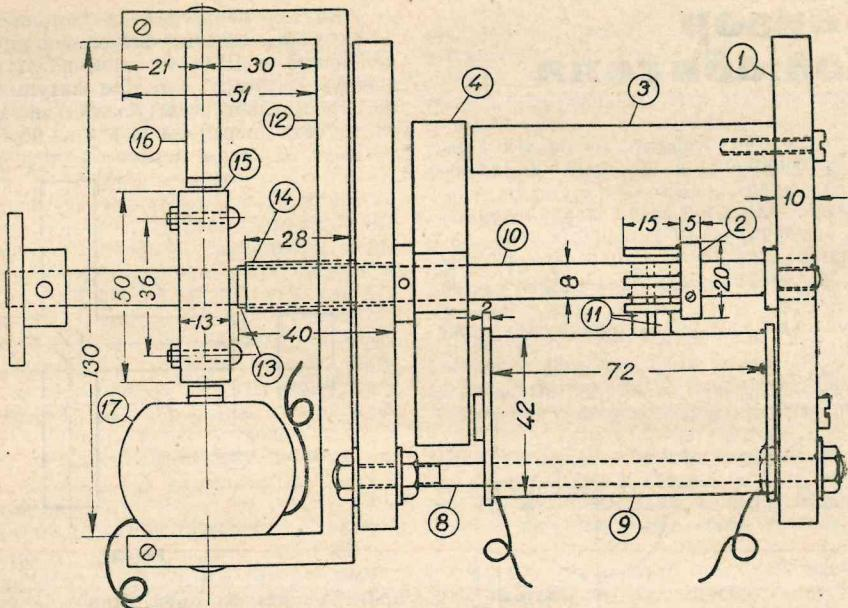

Рис. 4
Пусковое устройство (отмечено цифрой 2 на рис. 4) представляет собой не что иное, как прерыватель с двумя парами щеток (полосок латуни), включаемых последовательно в цепь обмотки электромагнитов. Для понижения искрообразования (размыкается ток порядка 3—4 A) параллельно щеткам включены конденсаторы общей емкостью до 6 мф (нормальный рабочий ток равен 0,3 A).
Щетки укрепляются относительно свободно, изолированы на одном из стяжных болтов (8, рис. 4) с таким расчетом, чтобы они при пуске нажимали на шпильки пускового устройства (2). Вращаясь, шпильки нажимают на первую щетку, которая, изгибаясь от нажима шпильки, прижимается ко второй, и в этом случае якорь под влиянием толчков тока, получаемого через щетки в электромагниты, будет развертываться до необходимого нам числа оборотов, т. е. 750, после чего надлежит включить контакт, который направит ток прямо в электромагниты, минуя щетки, а последние рукой отводятся в сторону.
Верхняя крышка моторчика представляет собой (6, рис. 4) кусок железа, где в качестве подшипника используется латунная трубка (13) большой длины. Обе крышки скреплены болтами, имеющими гайки с обеих сторон для регулировки расстояний этих крышек между собой и свободного без особой спешки вращения оси моторчика.